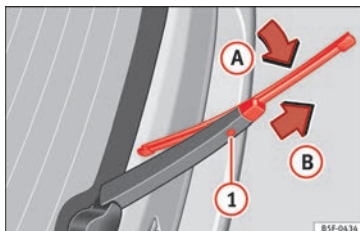

Fig. 63 Remplacement du balai de l'essuie-glace arrière.
- Soulevez le bras de l'essuie-glace et rabattez-le à un angle d'environ 60° » fig. 63.
- Rabattez le balai dans le sens du bras d'essuie-glace »» **fig. 63** (flèche **A**) en tirant dans le sens indiqué par la flèche **B**. Vous devrez probablement utiliser la force.